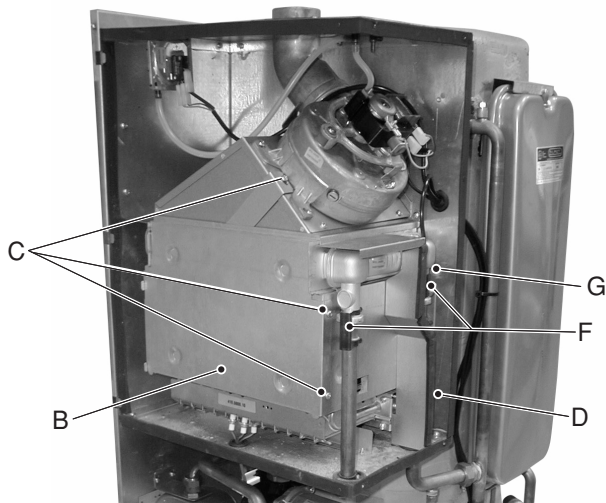

fig. 3
- 3) Rimuovere il pannello frontale della camera di combustione **B** svitando le viti **C** (fig.3)